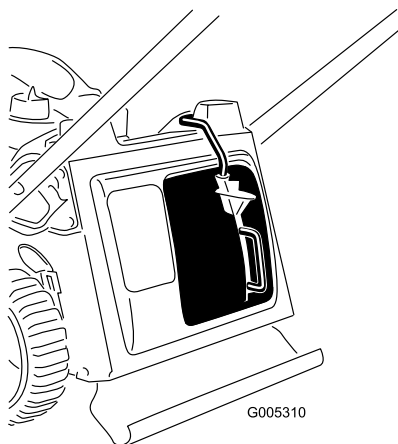

Figura 9
3. Suelte el botón de la palanca y asegúrese de que la parte superior de la palanca está introducido hasta el fondo de la ranura (Figura 9). **Si la parte superior de la palanca no está introducido hasta el fondo de la ranura, ¡su cortacésped no arrancará!**